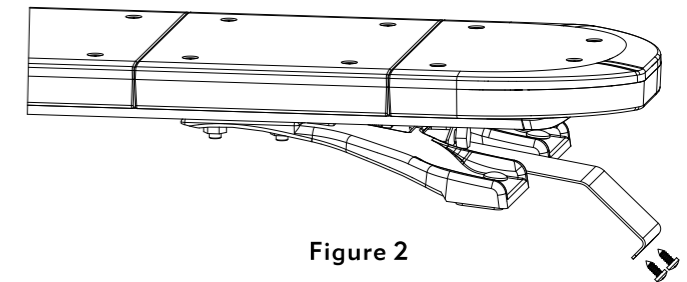

Figure 2
- En utilisant les deux trous pilotes à l'extrémité du support de crochet comme gabarit, percez 2 trous dans le toit à l'aide d'un foret de taille appropriée et fixez le support au véhicule avec des vis taraudeuses de chaque côté. Voir la figure 2.